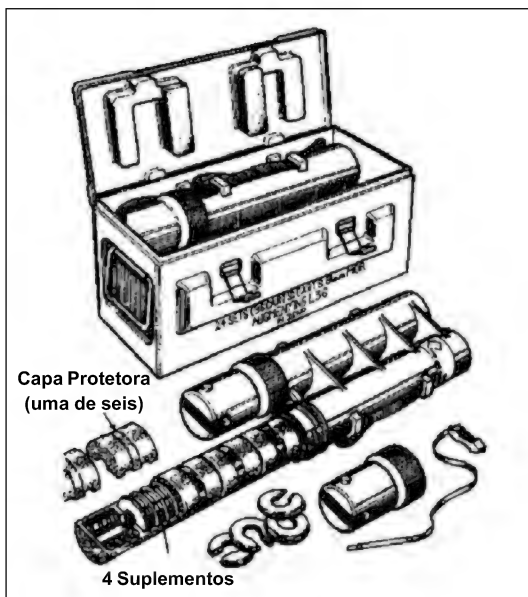

Fig 1-11. Estojo para Suplementos Grandes L36
(3) As cargas 7 e 8 são obtidas através de suplementos similares, em forma de ferradura, a prova d'água e recheados de Nitrocelulose. Quatro suplementos grandes (465 gramas) são embalados em sua própria caixa protetora, para formar as cargas 7 e 8. Doze conjuntos completos são acondicionados em estojos plásticos, como os da munição. A tampa do estojo é marcada com um plástico preto para facilitar o reconhecimento. Dois estojos com os suplementos L36 (suplementos grandes) dentro do cunhete pesam, aproximadamente, 15,5 kg (Fig 1-11).